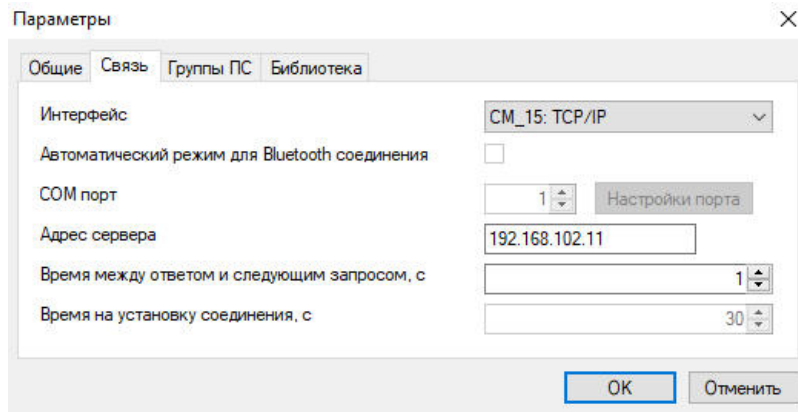

Рис.4.8. Настройки подключения TELARM
- в настройках TELARM установить тип соединения «CM_15: TCP/IP» (см. рис. **Рис.4.8**) и проверить, что адрес сервера совпадает с IP-адресом¹⁰ Ethernet модуля управления;